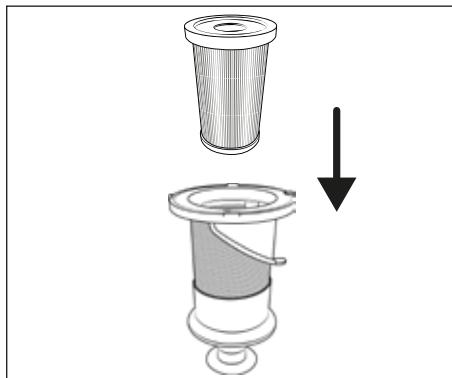

Fig. 22
- 7) Insérez le filtre HEPA ⑤ dans le filtre en acier inoxydable ⑥ (voir fig. 22).